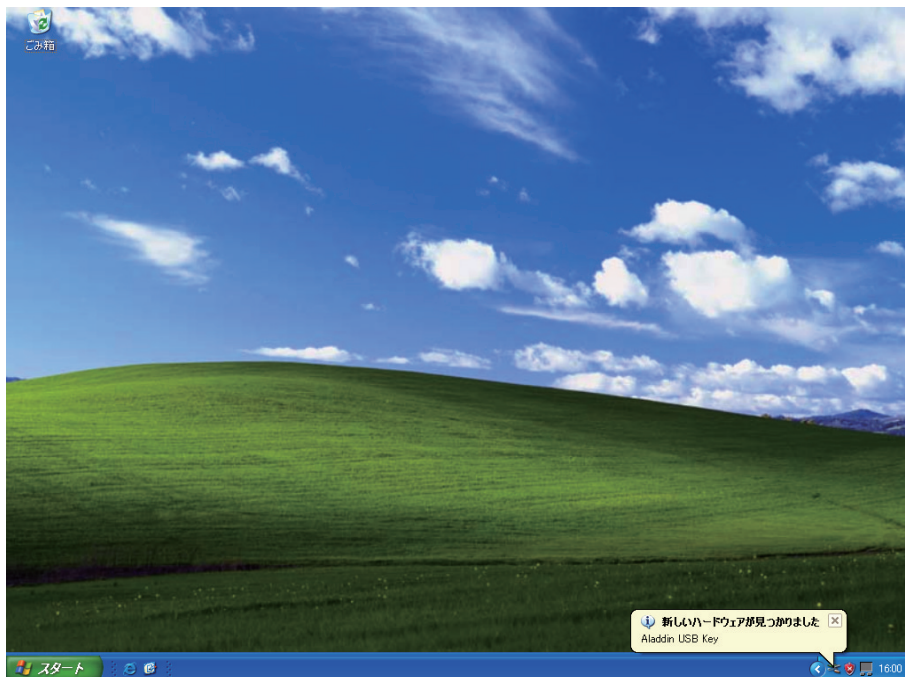

図4-6-8
- 8 ドングルをUSBポートに差し込みます。以下の画面が順次表示され、最終的に「新しいハードウェアがインストールされ、使用準備ができました。」と表示されれば、ドングルのデバイスドライバが正しくインストールされたこととなります(図4-6-8~4-6-10)。